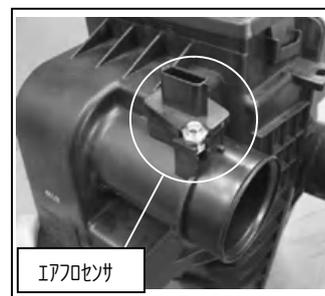

図4
- ⑦クリーナーBOXよりエアフロセンサを取り外します。図4参照